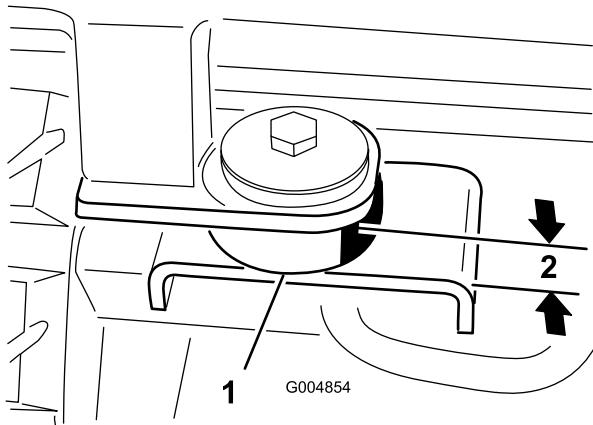

Figura 65
3. Introduzca un soporte de goma en los puntos de montaje delantero y trasero (Figura 65).
- En cada punto de montaje, sujeté la cabina a la máquina con un perno (1/2 x 3 pulgadas), una arandela de acero (1/2 x 2-1/2 pulgadas), una arandela de goma (1/2 x 2-1/2 pulgadas) y una tuerca (1/2 pulgada) (Figura 65). Apriete los pernos hasta que los soportes de goma queden comprimidos a un grosor de 2.2 cm (7/8 pulgada).